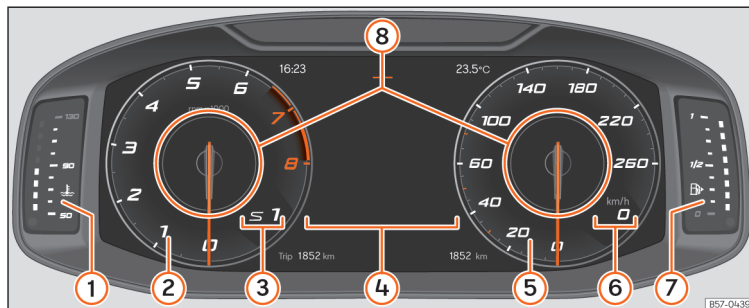

Fig. 61 SEAT Digital Cockpit no painel de instrumentos [vista clássica].
Em todas as vistas é possível personalizar a informação que aparece em **Perfis de informação** »» **Fig. 61 ⑧**.
Os ponteiros de rotações por minuto e do velocímetro aparecem em todo o seu comprimento » **Fig. 61.**